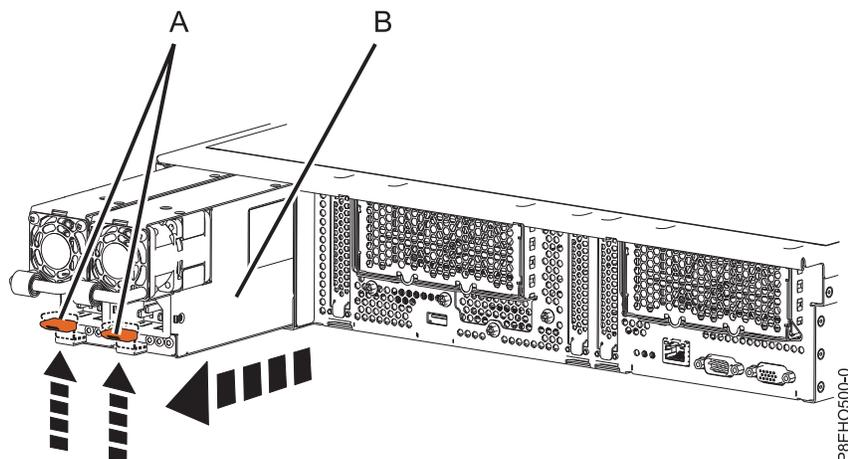

Figura 76. Extracción de una fuente de alimentación del sistema
- a. Para desenganchar la fuente de alimentación de su posición en el sistema, tire de la pestaña de bloqueo de color terracota (A). Consulte la Figura 76 en la página 114.
- b. Sujete el asa de la fuente de alimentación con una mano y tire de la fuente de alimentación (B) parcialmente haciéndola salir del sistema.